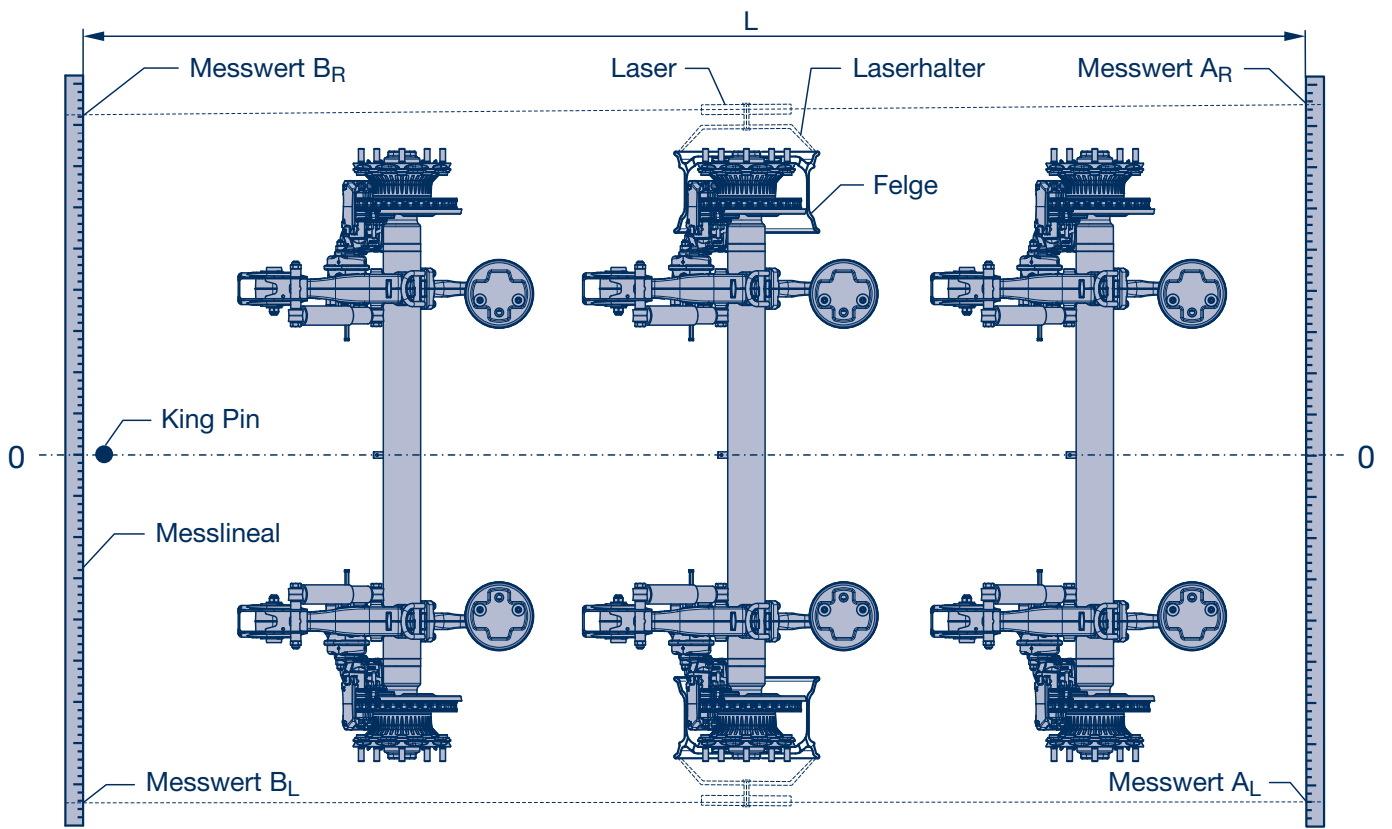

Bild 9
- [1] Laser nach Herstellerangaben einrichten (siehe Bild 9). Dabei auf eine **waagerechte** Achsstellung achten, um zu vermeiden, dass Sturzwerte die Messergebnisse verfälschen. Es wird von einem unbeladenen Fahrzeug ausgegangen.